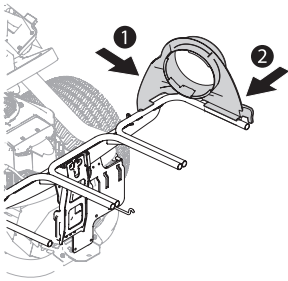

Figure 12
2. Enclenchez le support supérieur pour goutlotte (731-17272) sur le support des sacs (1) comme indiqué dans la Figure 12.
3. Enclenchez la partie avant du support supérieur de la goutlotte au support des sacs (2) comme indiqué dans la Figure 12.